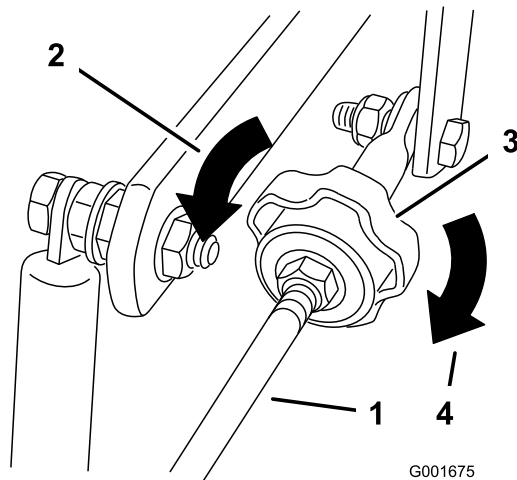

Figura 45
4. Para que la máquina vaya a la derecha, gire el pomo hacia el lado derecho de la máquina. Consulte Figura 45.
5. Para que la máquina vaya a la izquierda, gire el pomo hacia el lado izquierdo de la máquina. Consulte Figura 45.